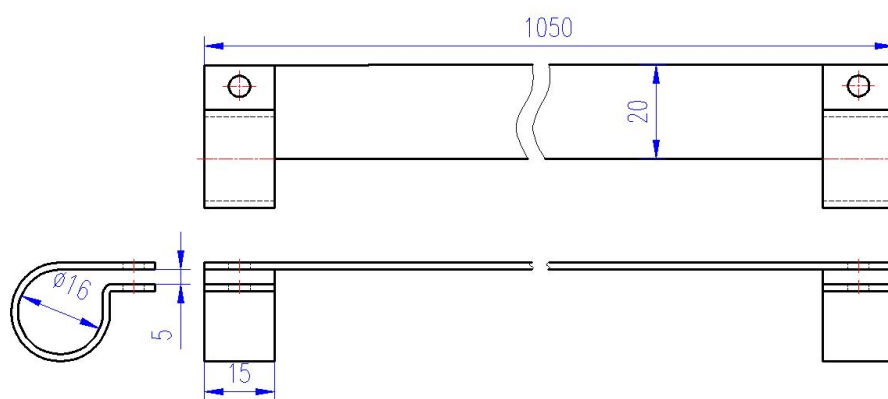

图 3 导流板零件图
(3) 导流板（见图 3）：采用 1.5mm 不锈钢（304）板加工，宽 20mm，长 1050mm（与喷吹管长度一致），左右两侧设计卡环与喷吹管连接固定，便于调整导流板角度，从而改变气流方向。